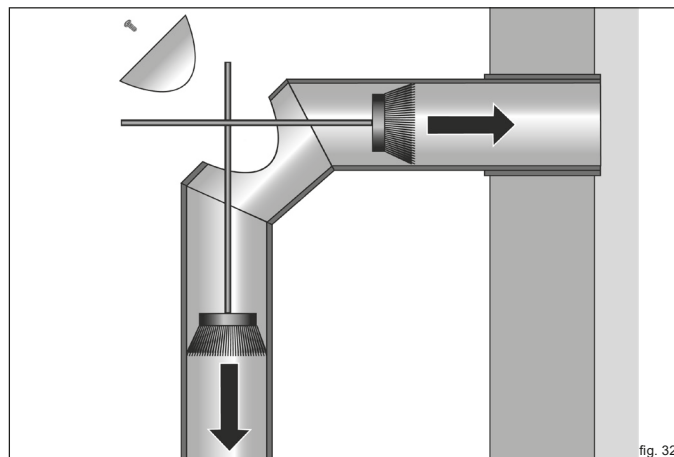

fig. 32
- ▶ Aprire lo sportello per la pulizia presente sulla canna fumaria (fig. 32).
- ▶ Spazzare i residui indietro all'interno del comignolo e in basso nella stufa a legna (fig. 32).